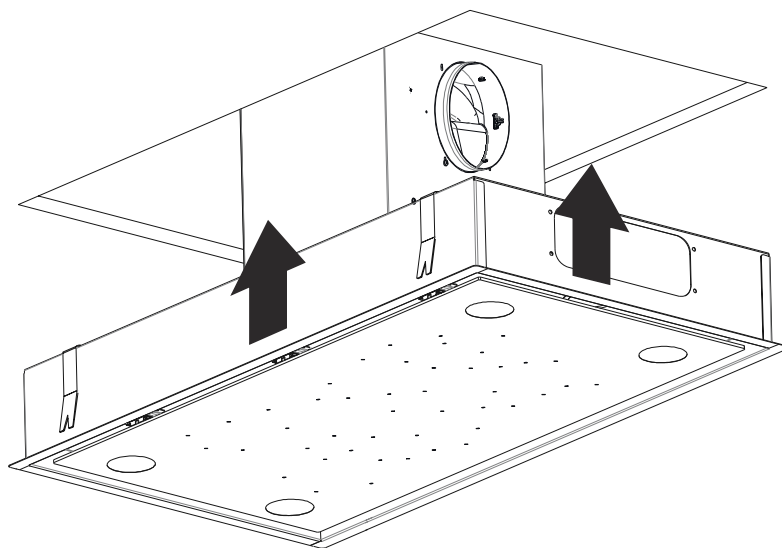

Fig. 13
7. ➔ Produktet skal nu skubbes op i hullet (Fig. 13).